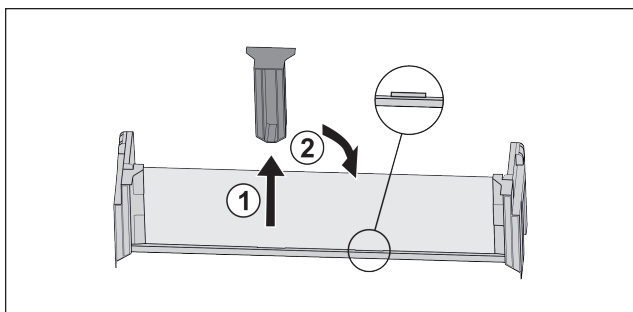

Fig. 124
- ▶ Stiahnite stredný prídržný diel Fig. 124 (1).
- ▶ Nasad'te stredný prídržný diel do druhej pozície Fig. 124 (2).